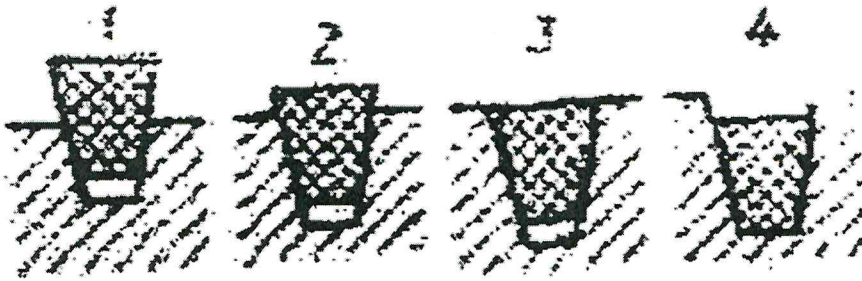

Рис.15.
**48. В каком сечении правильно показано положение клинового ремня в ручье шкива (рис. 15)?**